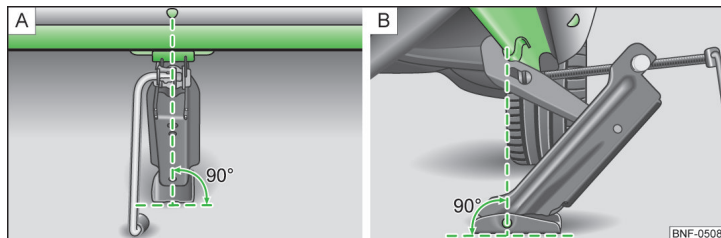

Fig. 112 Colocar el gato
- Apoye la placa de base del gato con toda la superficie en un suelo recto y asegúrese de que el gato se encuentra en posición vertical respecto al punto de apoyo » fig. 112 - [A].
- Gire el gato con la manivela debajo del punto de apoyo hasta que su garra se encuentre en el larguero inferior » fig. 112 - [B].